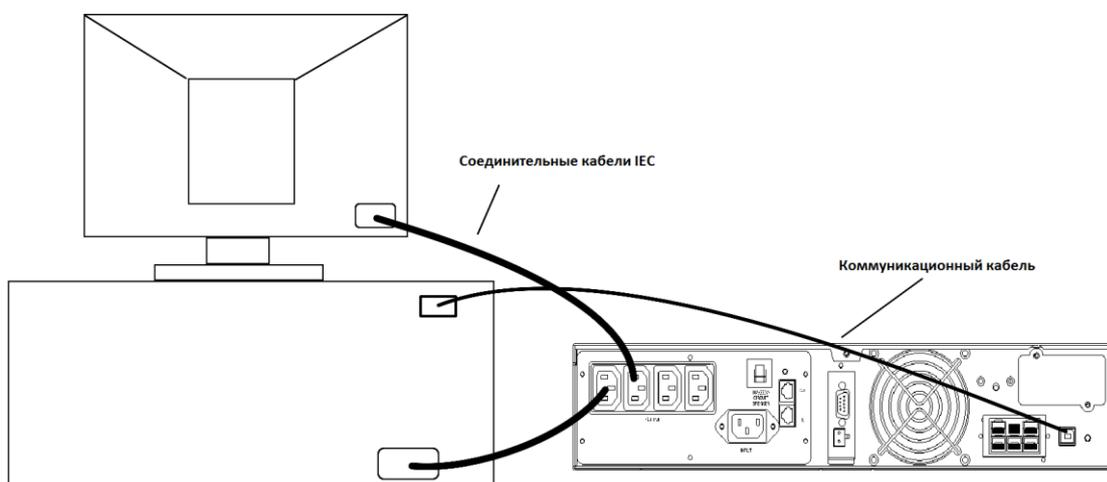

Рис. 5. Пример подключения устройств Plug&Play
- По завершении зарядки подключите оборудование к ИБП, см. пример на **Рис. 5**.